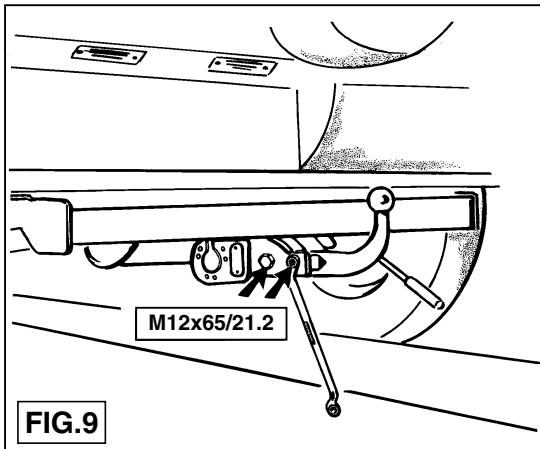

FIG.9
3. Plaats de kogelstang overeenkomstig fig. 9 en bevestig deze d.m.v. twee bouten M12x65/21.2 (8,8) inclusief sluitringen en zelfborgende moeren. Draai deze bouten vast met 7Nm.
3. Put the ball hitch in place as shown in fig. 9 and attach it using two M12x65/21.2 (8.8) bolts with flat washers and self-locking nuts. Tighten these bolts to a torque of 71 Nm.
3. Colocar la bola de acero a la fig. 9 y fijarla por medio de dos tornillos M12x65/21.2 (8.8) incluyve arandelas planas y tuercas de seguridad.
- Placer kulstången enligt fig 9 och fäst den med två bultar M12x65/21.2(8.8) inklusive slutbrickor och självslående muttrar. Drag åt med 71 Nm.
- Placer kuglestangen ifølge fig. 9 og monter det med to bolte M10x65/21.2 (8.8), inklusiv planskiver og selvslående møtrikker. Spænd disse bolte med 71 Nm.